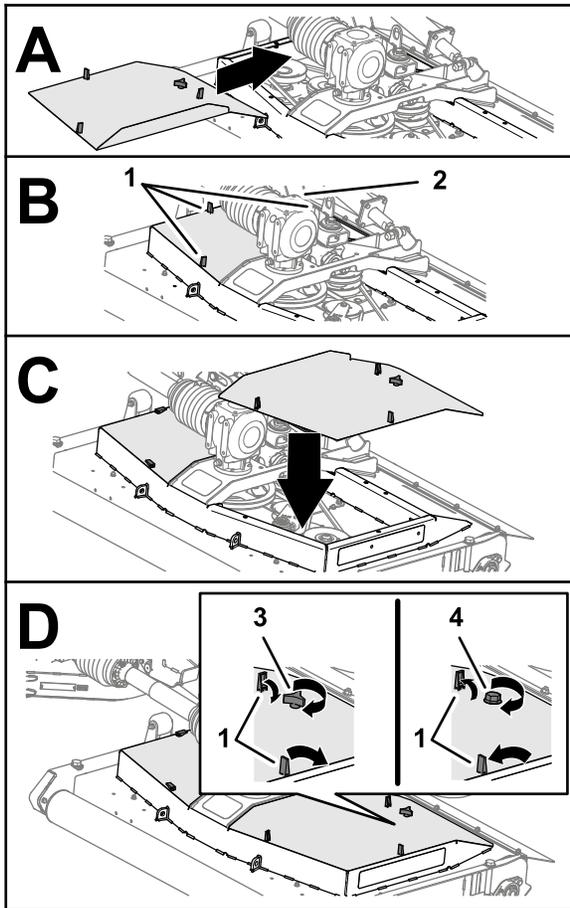

Рисунок 47
1. Совместите защелки крышки деки газонокосилки с отверстиями в деке газонокосилки (Рисунок 47).
4. Прикрепите крышку деки газонокосилки, зафиксировав 3 защелки (Рисунок 47).
5. Повторите действия, описанные в пунктах 1–4, для других снятых крышек (Рисунок 47).
2. Установите крышку на деку газонокосилки (Рисунок 47).
3. Закрепите крышку (Рисунок 47) следующим образом: